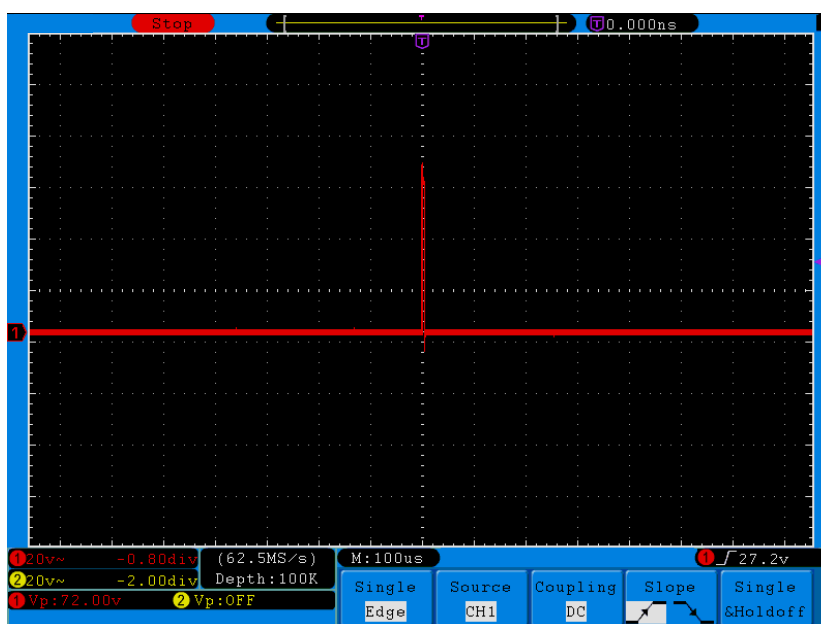

図 7-3 一次信号のキャッチ
- (5) F2 ボタンを押してピーク値検知(Peak detect)を選択します。
- (6) トリガーメニュー(TRIGGER Menu)ボタンを押してトリガーメニューを呼び込みます。
- (7) H1 ボタンを押して、トリガータイプメニュー(Type)を呼び込みます。
- (8) F1 ボタンを押して、トリガータイプをシングル(Single)に指定します。
- (9) M ツマミを回してトリガーモードをエッジ(Edge)に指定します。
- (10) H2 ボタンを押してソース信号メニュー(Source)を呼び込みます。
- (11) F1 ボタンを押してソース信号(Source)を CH1 に指定します。
- (12) H3 ボタンを押してカップリングメニュー(Coupling)を呼び込みます。F2 ボタンを押してカップリングを直流(DC)に指定します。
- (13) H4 ボタンを押してスロープ  (立ち上がり)に指定します。
- (14) トリガー電位(TRIG LEVEL)ツマミを回して、トリガー電位を被測定信号の中間値に調節します。
- (15) 画面上方トリガー状態指示が緑色で Trig と表示されていなければ、Run/Stop (運行/停止)ボタンを押してサンプリングを起動し、トリガー条件を満たす信号の発生を待ちます。何らかの信号がそのトリガー電位に達すると、サンプリングを 1 回実施してモニターに表示します。この機能を利用することで、幅の大きい突発的なバリのような、偶然に発生したイベントを簡単にキャッチできるようになります。トリガー電位を正常信号電位よりやや高めに設定して Run/Stop (運行/停止)ボタンを押して待機します。バリが発生すると、自動的にトリガーしてトリガー前後一定区間の波形を記録します。パネル上の水平コントロール区域の水平位置(HORIZONTAL POSITION)ツマミを回してトリガー位置の水平位置を変えることで、バリ発生前の波形を観測しやすい、異なる長さの負の遅延トリガーをサンプリングすることができます。(図 7-3 参照)。